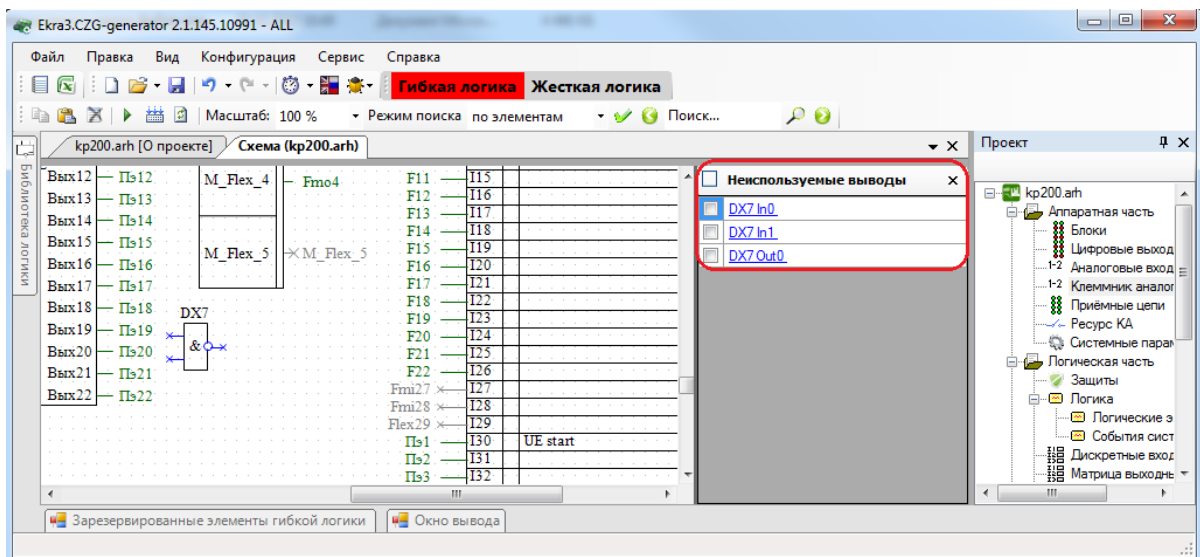

Рисунок 4.23
4.5.2 Если при компиляции обнаруживаются неиспользуемые выводы логических элементов, то программа сообщает об этом пользователю и отображает список непривязанных выводов на отдельной панели (см. рисунок 4.23). Для устранения ошибок следует непривязанные выводы привязать, либо отметить как неиспользуемые выводы (установить флажок в поле **Неиспользуемые выводы**).